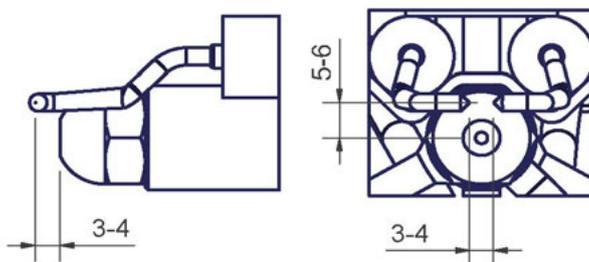

Рис. 31
- Проверить запальные электроды, почистить, отрегулировать и, при необходимости, заменить(см. Рис. 31).
Отрегулировать положение электродов и форсунки, соблюдая размеры (в мм), указанные на Рис. 31.